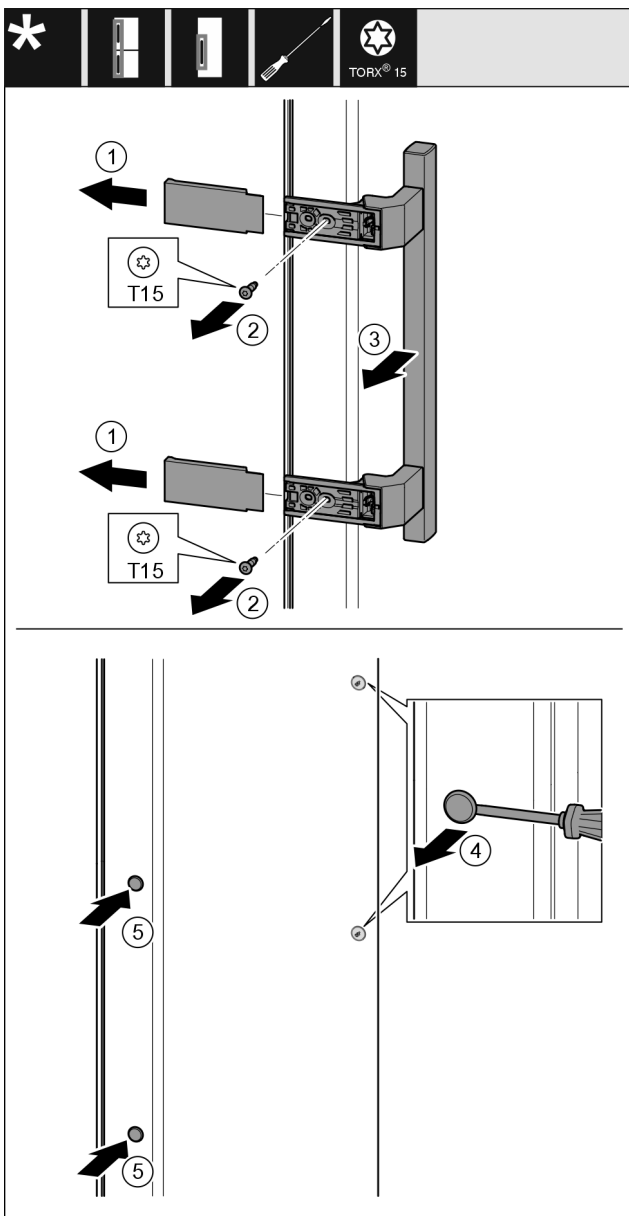

Fig. 21
- Retirer le cache Fig. 21 (1).
- Retirer les vis Fig. 21 (2) avec un tournevis.
- Retirer la poignée Fig. 21 (3).
- Soulever et retirer avec précaution le cache latéral Fig. 21 (4) avec un tournevis plat.
- Replacer le cache Fig. 21 (5) de l'autre côté.